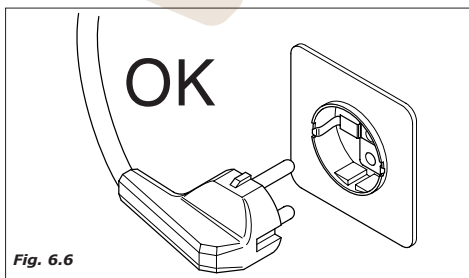

Fig. 6.6
- El distribuidor está dotado de un cable de alimentación H05VV-F 3x1 mm², con clavija SCHUKO (Fig.6.6).